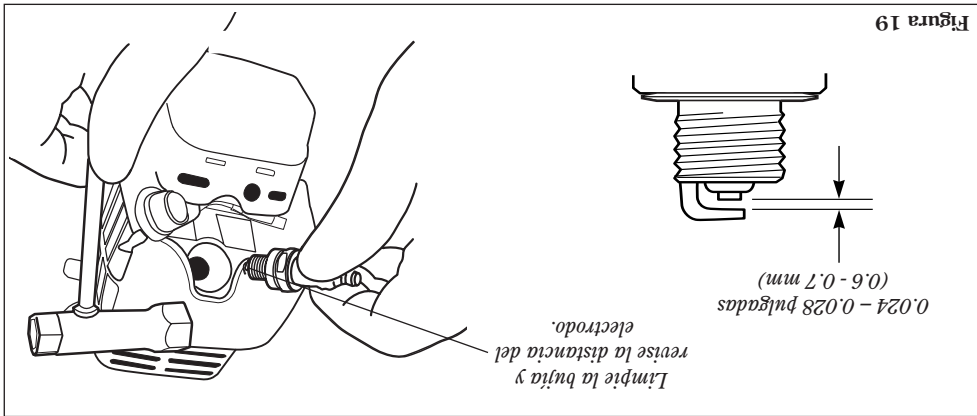

Figura 19
■ **Cada 10 ó 15 horas de operación:** Retire y limpie la bujía. Ajuste la distancia del electrodo a 0.024-0.028 pulgadas (0.6 - 0.7 mm). Si la bujía necesita ser reemplazada, use solamente una bujía NGK BPMR6A o una bujía equivalente con resistencia al calor correcta. Consulte la figura 19.